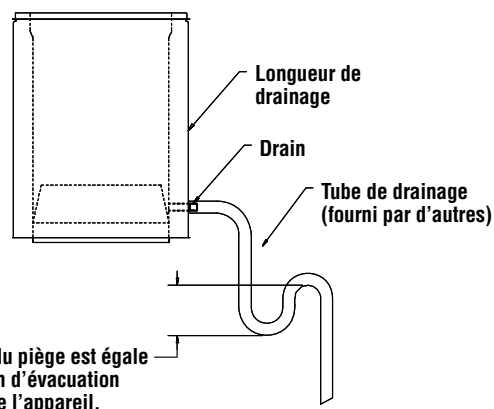

Figure 49 - Longueur de drainage
3. Le tube de drainage doit comprendre un piège à eau d'une hauteur au moins égale à la pression d'exploitation maximale prévue de l'appareil pour éviter que les gaz d'évacuation ne s'échappent par le drain. Voir **Figure 49**.